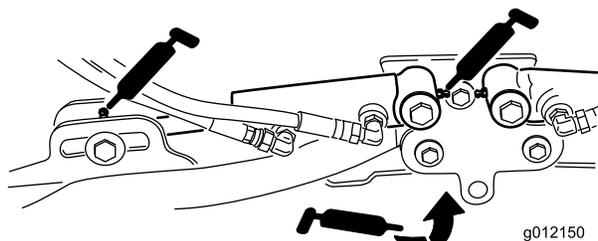

Figura 53
- Cilindros do braço de elevação da unidade de corte (2 de cada) (Figura 53)
- Articulações do braço de elevação (1 de cada) (Figura 53)